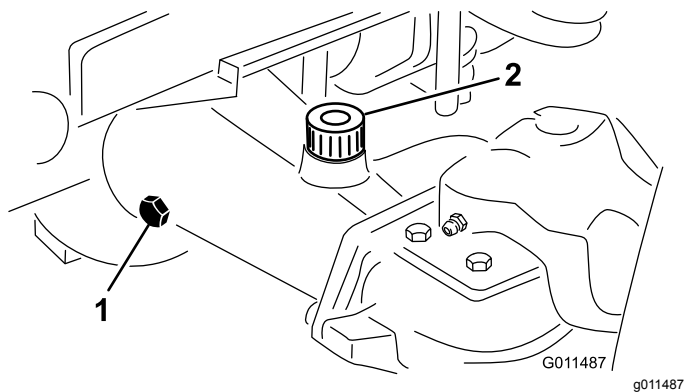

Figura 15
2. Retire un tapón de verificación de un extremo del eje y asegúrese de que el lubricante llega al borde inferior del orificio (Figura 15).